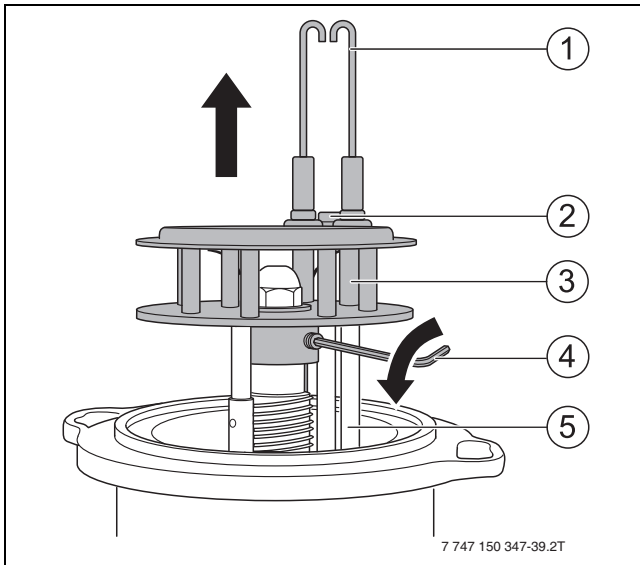

Bild 56 Mischsystem ausbauen
- Schraube (Bild 56, [2]) zwischen den Zündelektroden lösen.
- Zündelektrode (Bild 56, [1]) ausbauen.
- Mischsystem mit Gewindestift (→ Bild 56, [4]) sichern.